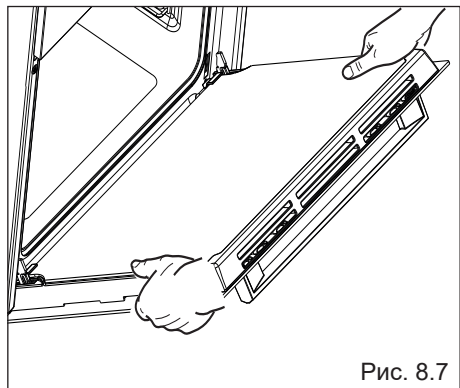

Рис. 8.7
- Возьмитесь за дверцу, как показано на рис. 8.7.